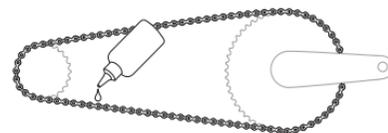

図 2.3: 潤滑油は下側のチェーンに塗布しましょう。
**コツ:** 潤滑油を下側のチェーンに塗布し、チェーンの裏側に布を置いてください。こうすることで、チェーンステー（フレーム）やホイールに潤滑油が垂れず、汚れずに作業ができます（図 2.3）。